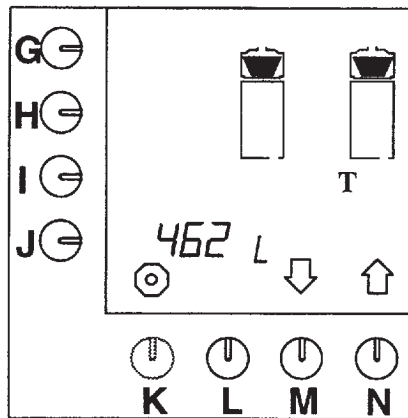

Рис. 19 Общий счетчик системы приготовления кофе
- Общий подсчет появится на дисплее рис. 19.